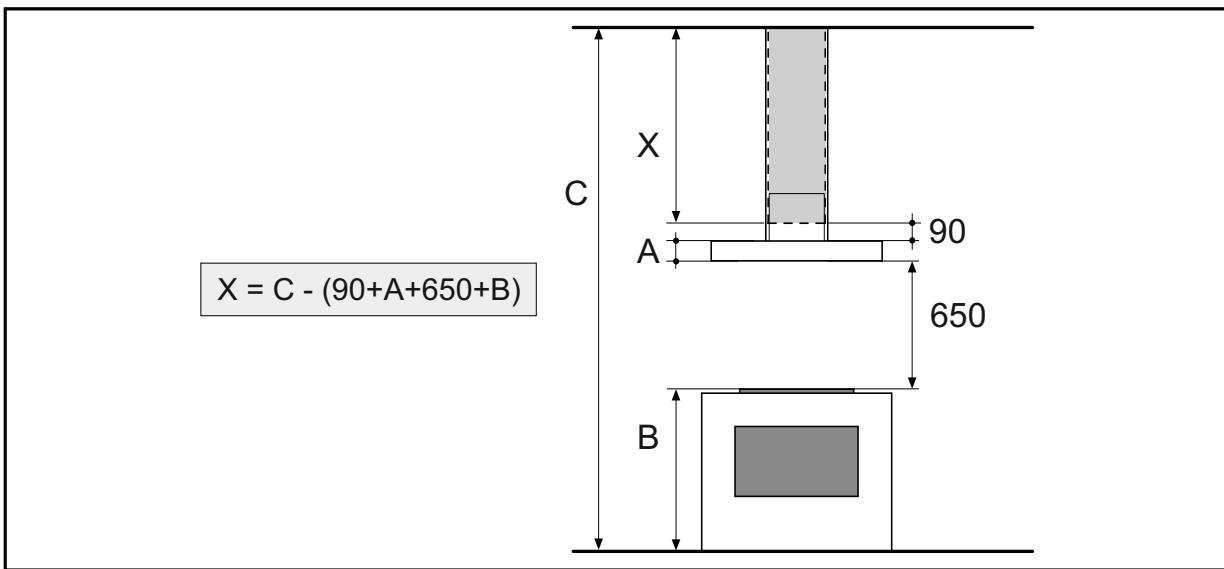

Fig.15
- 3.2.3 Ota kehikon alaosa ja asenna se kehikon yläosaan (Fig. 5). Säädä kehikon korkeus niin, että kehikon alaosan alareunan etäisyys katosta = huoneenkorkeus - 1690 mm (Fig. 15). Tarkista mitta vielä itse tuotteesta. Kiinnitä kehikon alaosa kehikon yläosaan 8 ruuvilla (Fig. 6).